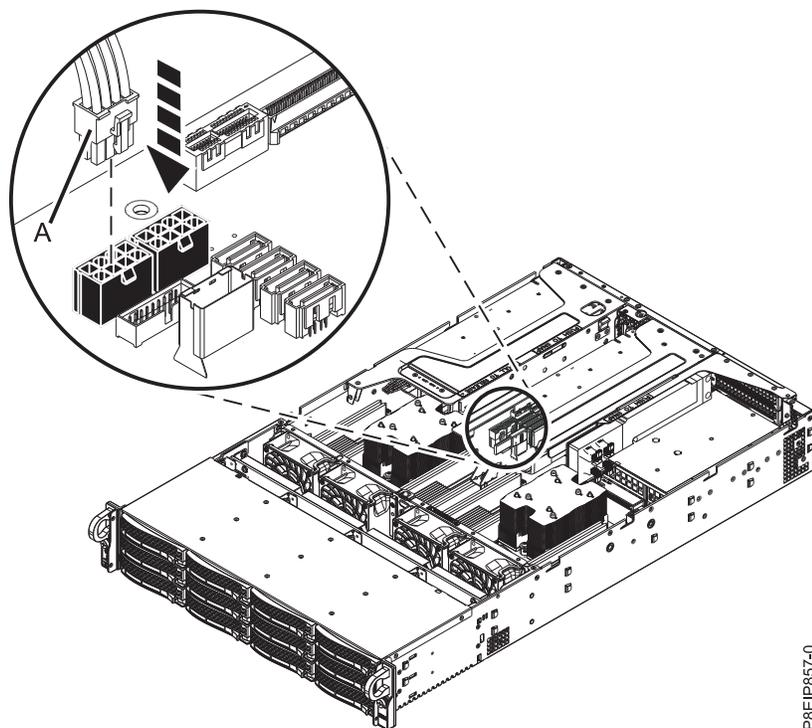

Figura 64. Conectando o cabo de energia da GPU
- i. Se a posição 5 contiver uma GPU, conecte o cabo de energia da GPU (A) ao painel traseiro do sistema conforme mostrado na Figura 64.